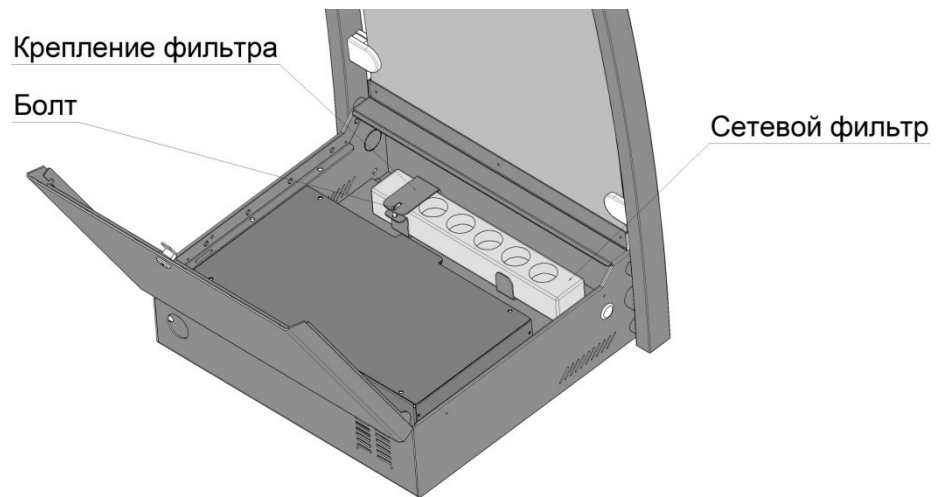

Рис. 8
- Открутить болт на креплении сетевого фильтра, снять крепление и извлечь сетевой фильтр из отсека оборудования (рис. 8)